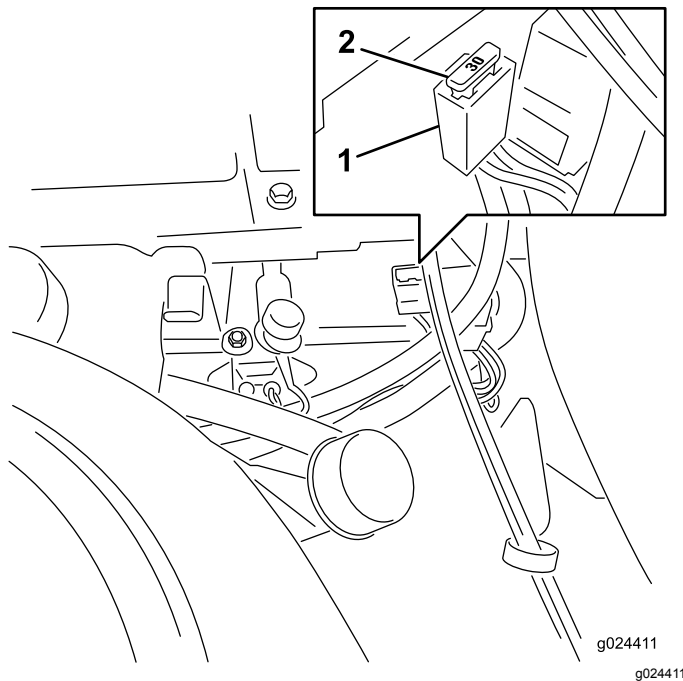

Bild 55
Hinweis: Die Sicherungen befinden Sie rechts am Armaturenbrett neben dem Sitz (Bild 55).
4. Fluchten Sie eine neue Sicherung mit dem Einschub im Sicherungsblock aus (Bild 55).
5. Drücken Sie die Sicherung ganz in Sicherungsblock ein (Bild 55).